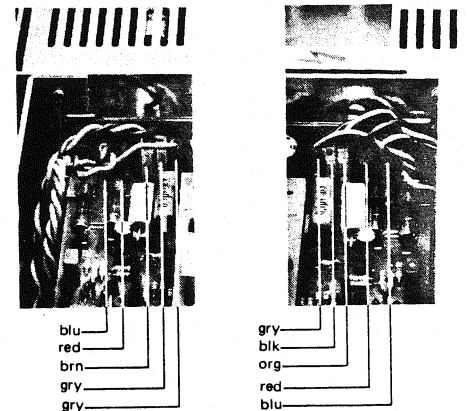

Fig. 2.6
2.7 Kuehlaggregat inklusive POWER AMPLIFIER PCB 1.725.800 ausbauen (Fig. 2.6 und 2.7)
- Auf jeder Seite des POWER AMPLIFIER PCB's je funf Flachstecker ausziehen (Fig. 2.6).